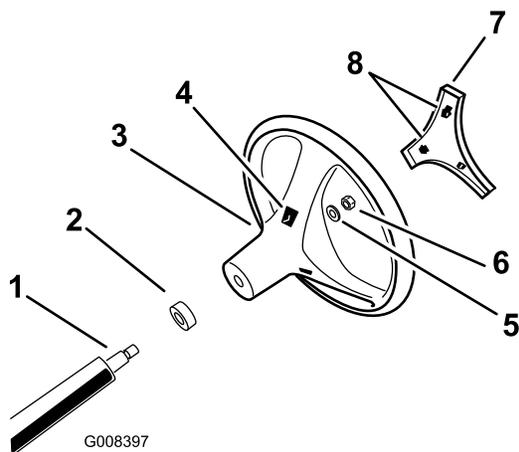

Figura 3
5. Fixe o volante ao eixo, utilizando a porca (Figura 3).